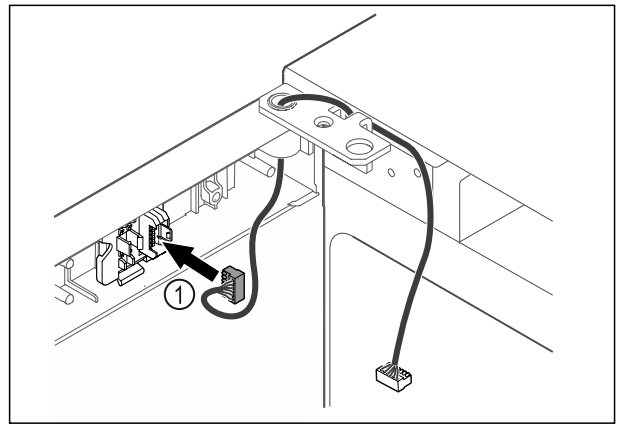

Fig. 63
- Вставити штекер Fig. 63 (1) в кріплення штекера.